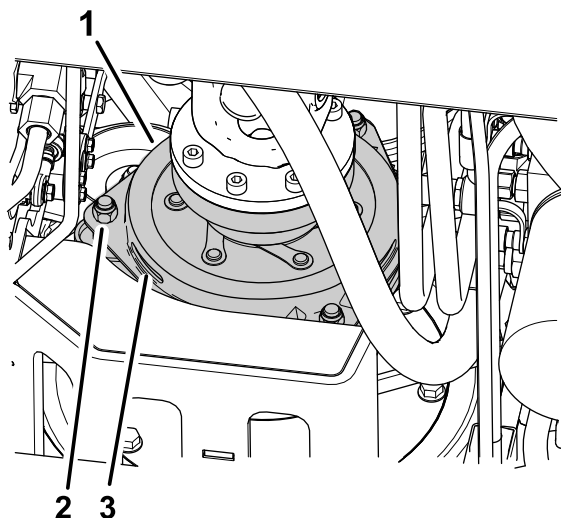

図 75
3. クラッチのライニングと摩擦プレートとの間のギャップを 0.3 mm のすきまゲージが軽い抵抗を通れるように調整する 図 75。
注 調整ナットを右に回すと隙間が小さくなります 図 75。整備時の隙間の最大値は 0.6 mm です。3ヶ所すべてのすき間を 0.4 mm (0.012") に調整してください。